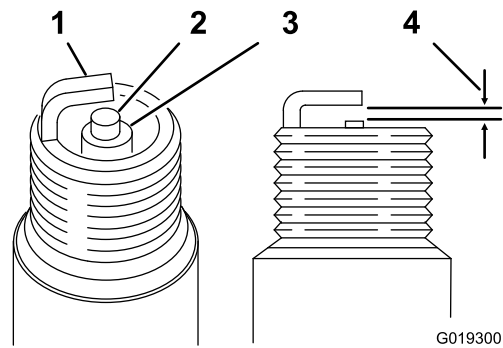

Figura 21
5. Ajuste la distancia entre los electrodos a 0.76 mm (0.030"); consulte (Figura 21).